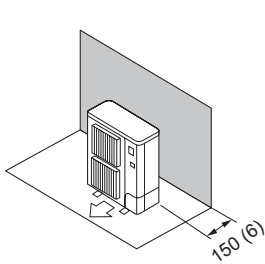

Fig. 2-6
- (1) Obstacles uniquement à l'arrière (Fig. 2-6)